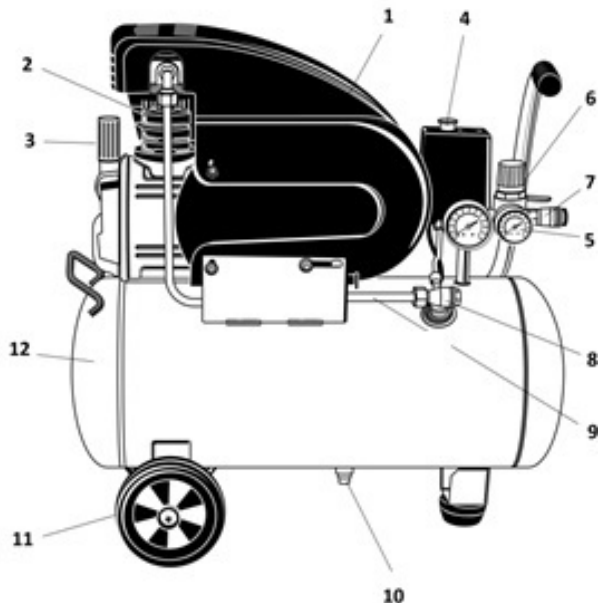

Рис.1
ОПИСАНИЕ ОБОРУДОВАНИЯ (Рис.1)
- Установите колеса (11, Рис. 1) на ресивер (12, Рис. 1).
- Извлеките заводскую транспортировочную пробку маслосливной горловины (3, рис.1).
- Залейте масло в картер и закрутите в маслосливную горловину сапун (3, рис.1). Заправочный объем картера указан в таблице 1.